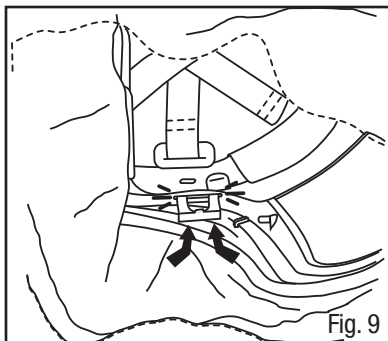

Fig. 9
10. Alinee el marco del visor sobre las ranuras de fijación y deslice el resorte de metal en su lugar (Fig. 9). **NOTA:** El marco del visor debe estar en la posición totalmente abierta o cerrada antes de instalar el resorte.